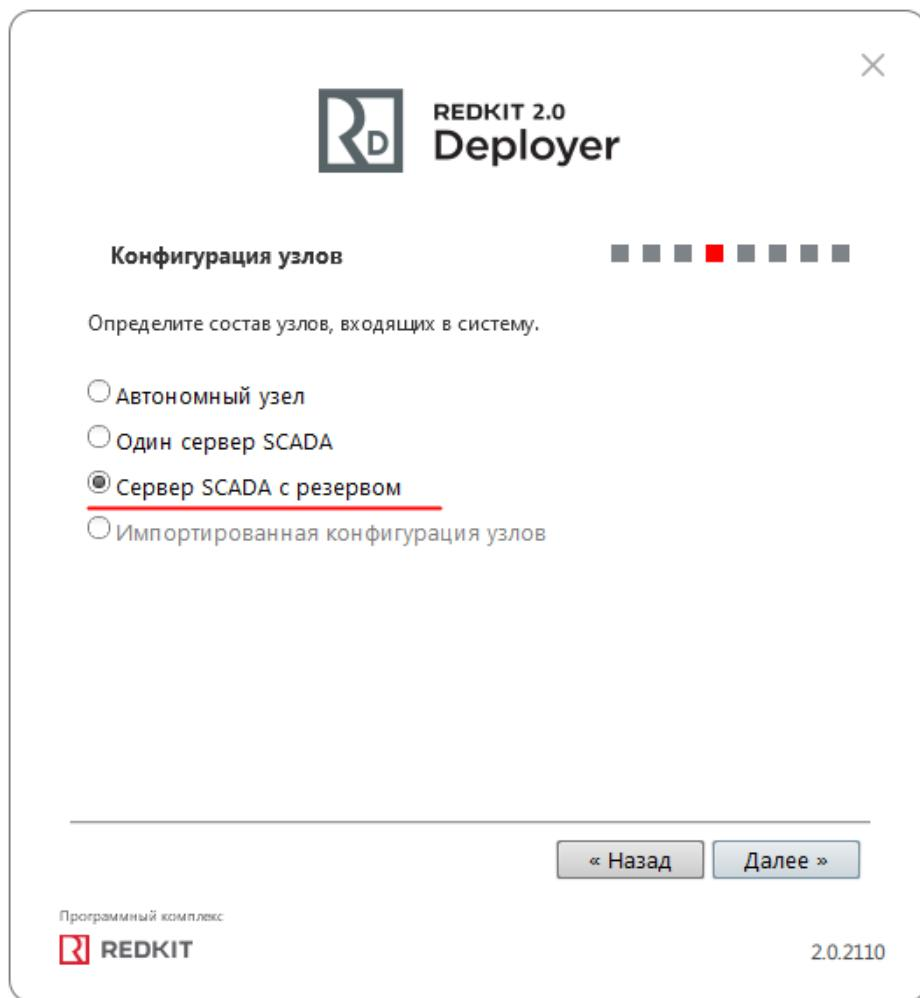

Рисунок 22 - Конфигурация узлов
8. Выберите конфигурацию узлов "Сервер SCADA с резервом" и нажмите "Далее" (Рисунок 22).